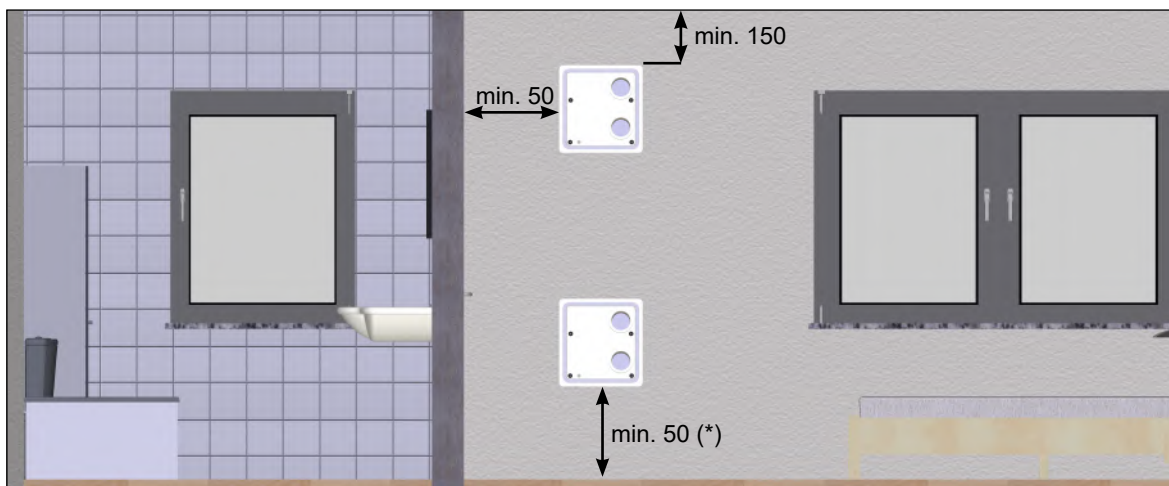
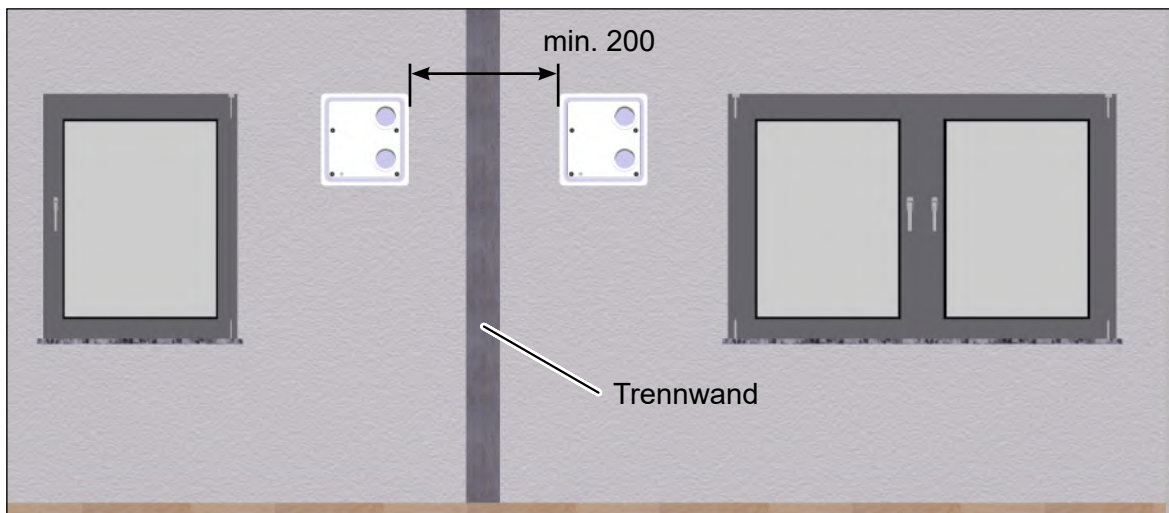

Abb. 4: Mindestabstände und Positioniermöglichkeiten des Montagesets M-WRG-M/MB, Maße in Millimeter
Abb. 5: Seitlicher Mindestabstand zwischen zwei Mauerkästen, Maße in Millimeter
- ▶ Achten Sie auf folgende Mindestabstände (siehe Abb. 4 und Abb. 5):
- Der Abstand der seitlichen und unteren Mauerkastenkante zu angrenzenden Flächen sollte mindestens 50 mm (Ausnahme: bei Verwendung eines Kondensatanschlusses, siehe (*) in Abb. 4 auf Seite 10) betragen. Mit Einhaltung des Mindestabstands lässt sich das Lüftungsgerät leichter bedienen. Ebenso kann der Luftfilterwechsel ohne Beeinträchtigung durchgeführt werden.